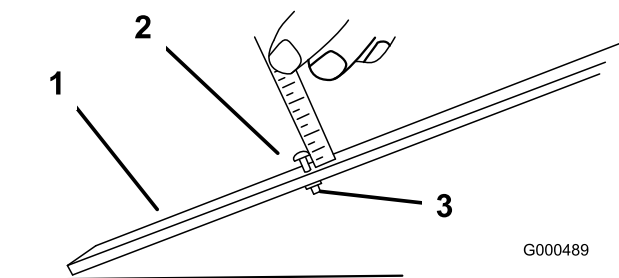

図 10
2. ゲージバーのナットをゆるめ、調整ネジを希望の刈り高に合わせる (図 10)。ねじ頭の下からバーの表面までの距離が刈り高となる。